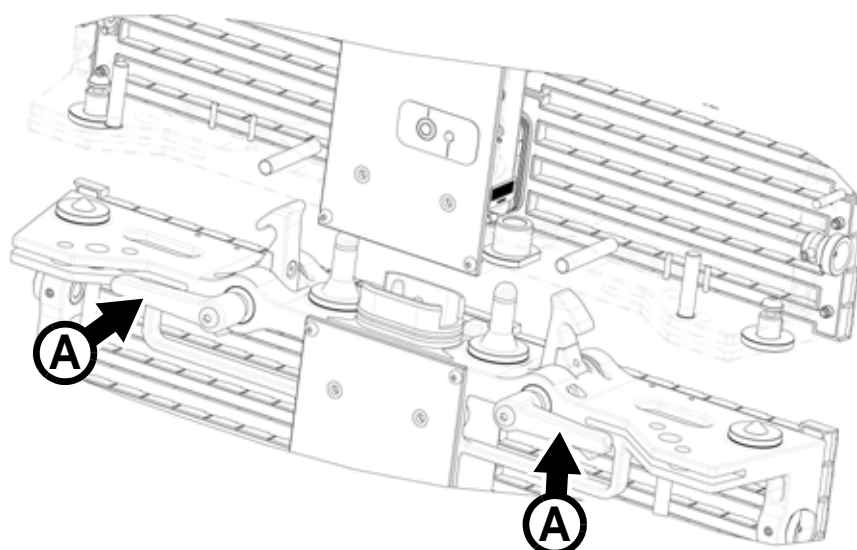

Figure 9: Poignées avant l'installation (vue écorchée)
2. Vérifiez que les poignées de verrouillage **A** sont complètement ouvertes comme indiqué en Figure 9.